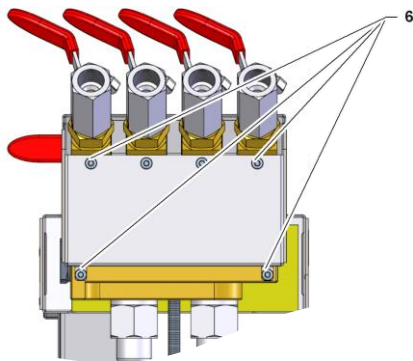

Abb. 4: Flow-5 Ansicht von unten
- Schrauben (Kennzeichnung 6 → Abb. 4) demontieren und Abdeckblech entfernen.